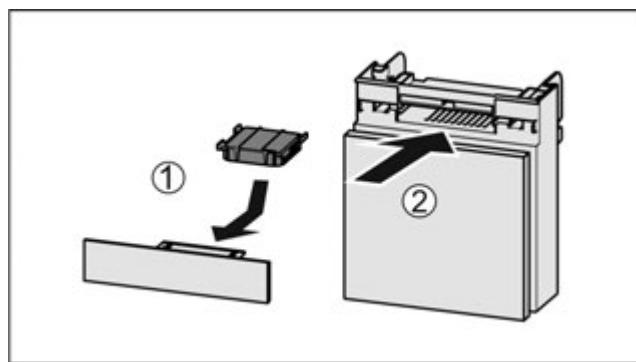

Fig. 103
- Вставити фільтр з активованого вугілля за малюнком Fig. 103 (1).
- Вставити відділення Fig. 103 (2).